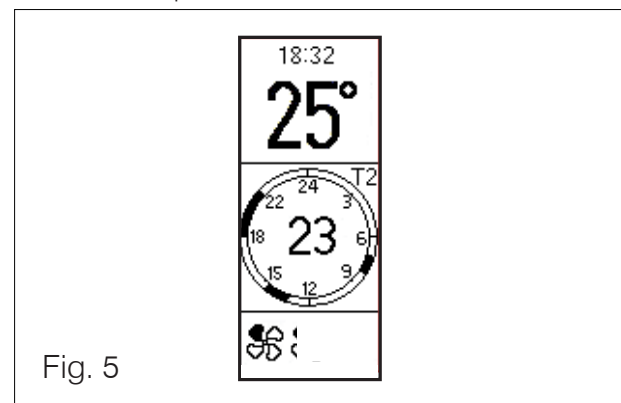

Fig. 5
**En cas de Programmation Horaire Activée**, les indications 3 et 4 sont remplacées par la programmation horaire de la journée avec, au centre, la valeur actuelle (figure 5) et, en haut à droite, le niveau de température.